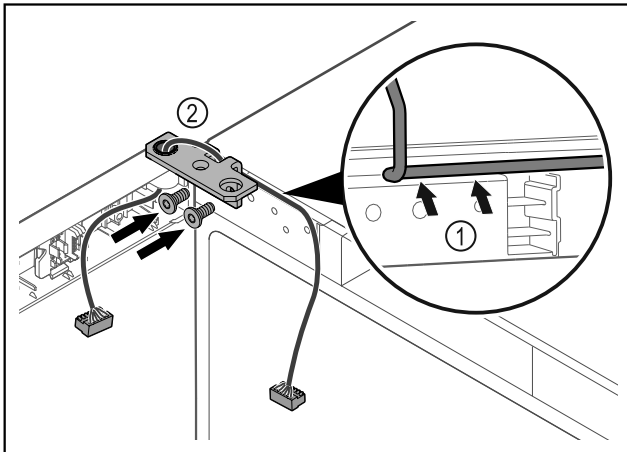

Fig. 43
- ▶ Вкарайте кабела през прореза на ъгъла на пантата и го положете внимателно Fig. 43 (1).
- ▶ Завинтете ъгъла на пантата Fig. 43 (2).